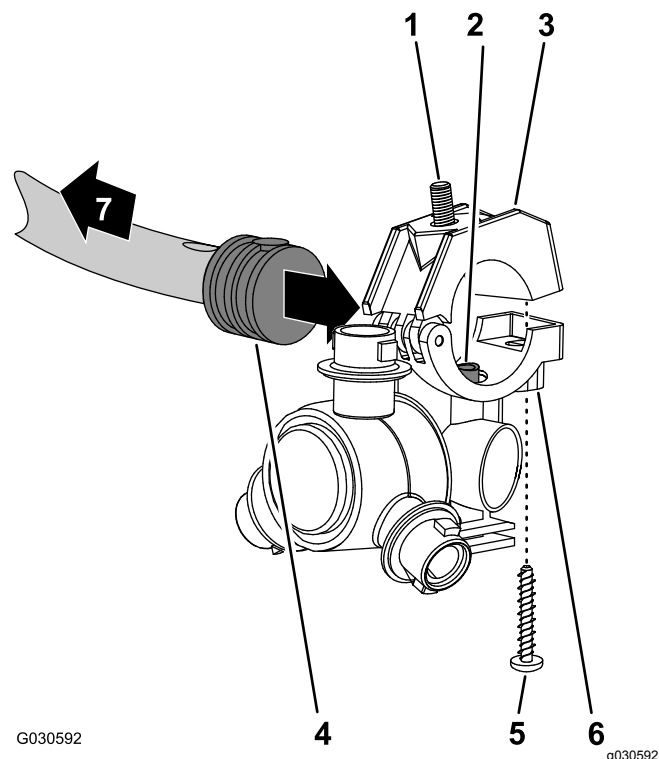

Figura 129
1. Allineate il tubo di trasferimento sulla sella di un ugello dell'irroratrice (Figura 129) con il foro sul lato del portagomma dentellato singolo ($\frac{1}{2}$ ").
2. Chiudete la metà superiore della fascetta attorno al portagomma dentellato e fissate la metà della fascetta e il corpo dell'ugello dell'irroratrice (Figura 129) con la vite in acciaio inox (n. 12 x $1\frac{1}{4}$ "); serrate la vite in acciaio inox a 14-18 N·m.